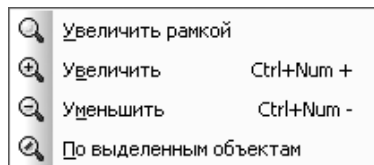

Рис. 1.86. Всплывающее меню пункта **Масштаб** выпадающего меню пункта главного меню **Вид**
- щелкните в выпадающем меню по пункту **Масштаб**. Появится всплывающее меню, показанное на рис. 1.86.
- щелкните в выпадающем меню по пункту **Масштаб**. Появится всплывающее меню с рядом пунктов (см. рис. 1.86);